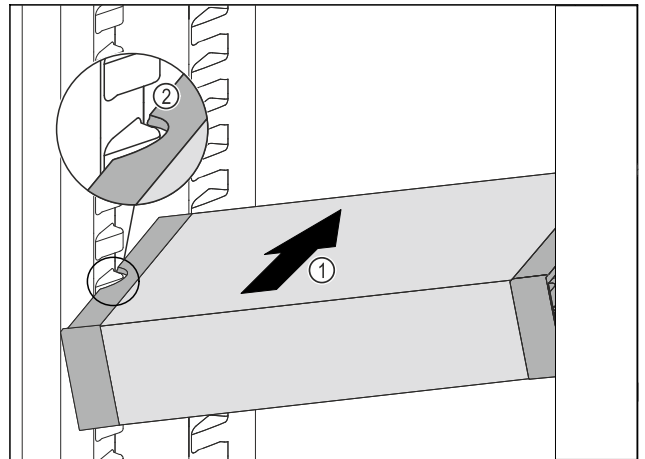

Fig. 99
- Insérer le VarioSafe en biais dans la partie réfrigérateur Fig. 99 (1) jusqu'à ce que les encoches latérales Fig. 99 (2) du VarioSafe se trouvent à la hauteur de la nervure du bac dans la partie réfrigérateur.